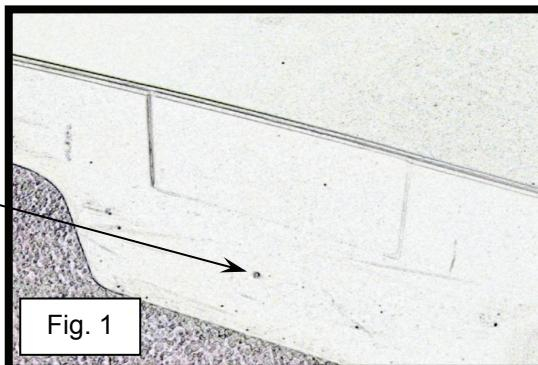

Fig. 1
- 1) Zoek het boorpunt op de buitenkant van de vergaarbak. Het boorpunt bevindt zich onder een inspringende rechthoek op het onderdeel (zie fig. 1).